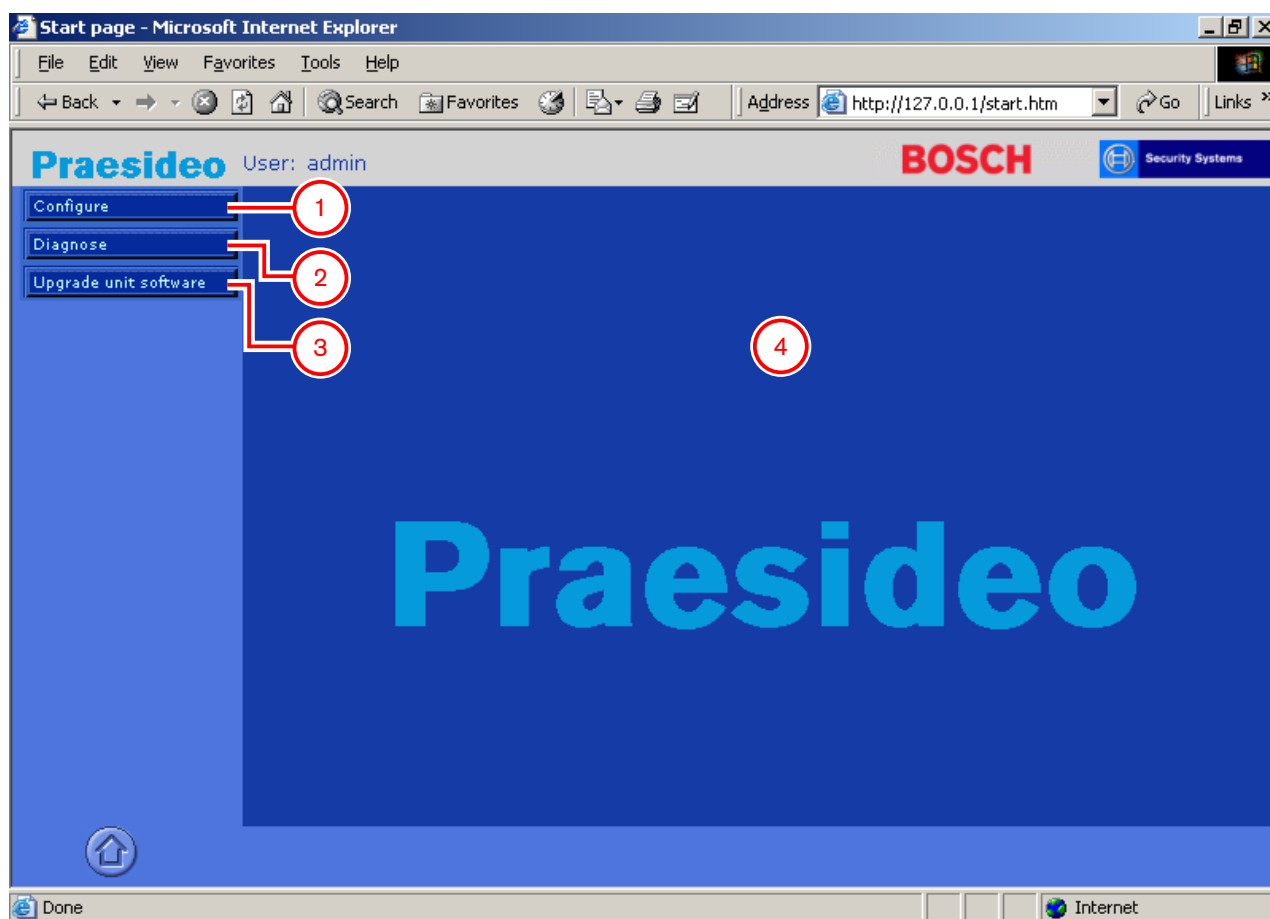

figura 29.4: Elementi dell'interfaccia web
- 5 Inserire il nome utente nel campo *User Name*, inserire la password nel campo *Password* e fare clic su *OK* per aprire l'interfaccia web. Appare una schermata simile a quella in figura 29.4.
L'interfaccia web (vedere figura 29.4) contiene le seguenti parti: